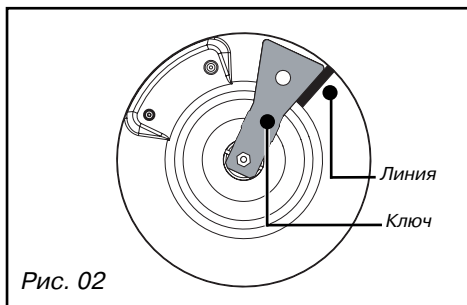

Рис. 02
- Начертите карандашом линию на пластинке горелки в указанном месте (рис. 02)